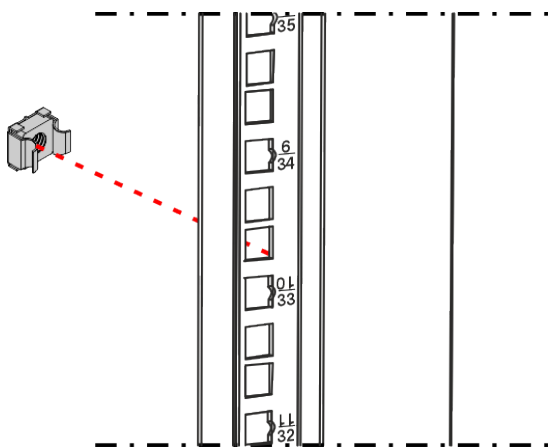

Fig. 24
- 01) Inserire 4 **dadi a gabbia (A)** davanti ai fori delle staffe verticali nel punto in cui si desidera montare l'apparecchiatura, come mostrato nella Fig. 24.